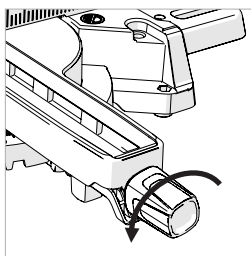

Fig. 42
- Allentare la manopola di bloccaggio impugnatura bisello (Fig. 42) ruotandola in senso antiorario.